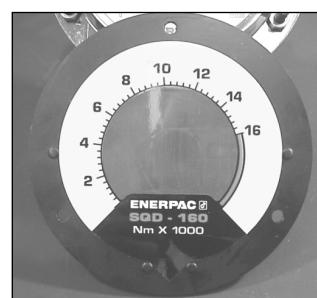

Abbildung 10
3. Setzen Sie die neue Wechselskala auf die Frontplatte (beachten Sie, dass Sie die richtige Wechselskala für den Drehmomentschlüssel von Enerpac verwenden) und richten Sie die Wechselskala auf die Nasen an der Rückseite der Frontplatte aus (siehe Abbildung 10).